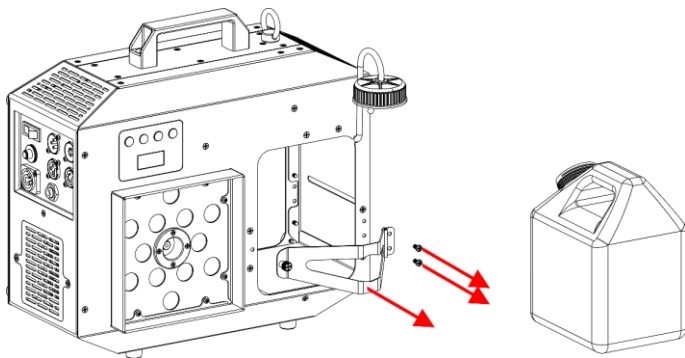

Fig. 12
- 07) Retire los 2 tornillos y el **soporte del depósito de líquido (03)**, como se muestra en la Fig. 12.